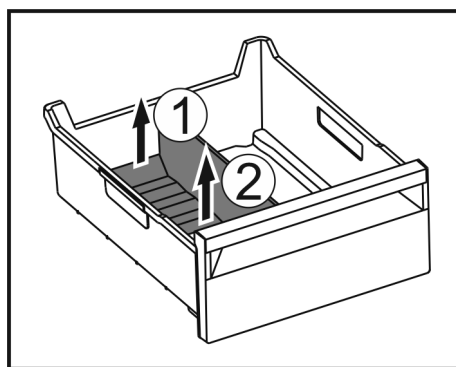

Fig. 146
- ▶ Підняти задню частину перегородки відділення для льоду. Fig. 146 (1)
- ▶ Вилучити перегородку рухом вгору. Fig. 146 (2)